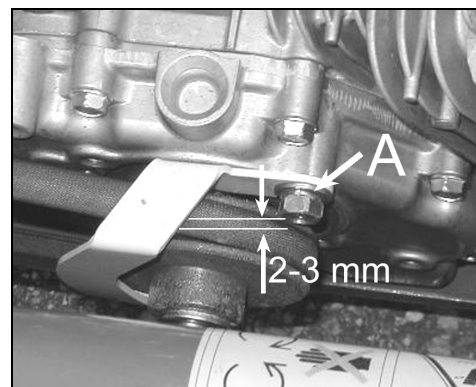

Figure 25
2. Placez le levier d'avancement en position embrayé et réglez le guide afin d'obtenir un jeu de 2-3 mm entre la courroie et le guide courroie. Pour cela desserrez les vis maintenant le guide (figures 25, repère A). Resserrez la vis une fois le réglage effectué.